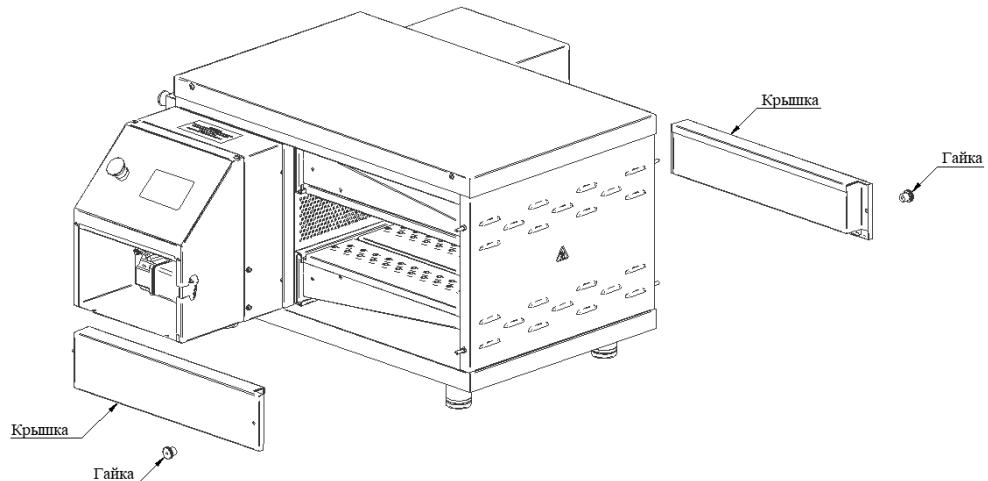

Рис. 11
2. Выкрутить декоративные гайки M6 и снять нижние крышки (см. Рис. 11).